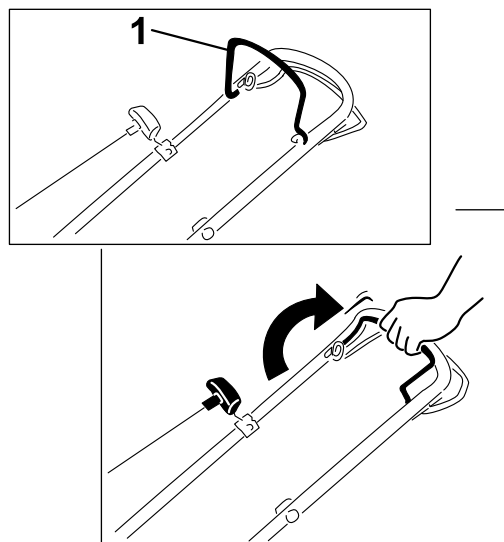

Figura 17
1. Tirate la barra di comando della lama contro la stegola e tenetela in questa posizione (Figura 17).